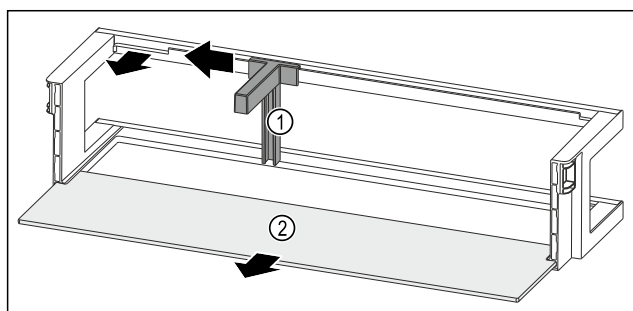

Fig. 120 Pudelihoidiku ja riiuliga ukseriulid
- ▶ Lükake pudelihoidikut Fig. 120 (1) kuni väljalõikeni küljele.
- ▶ Võtke pudelihoidik Fig. 120 (1) välja.
- ▶ Võtke riiul Fig. 120 (2) välja.